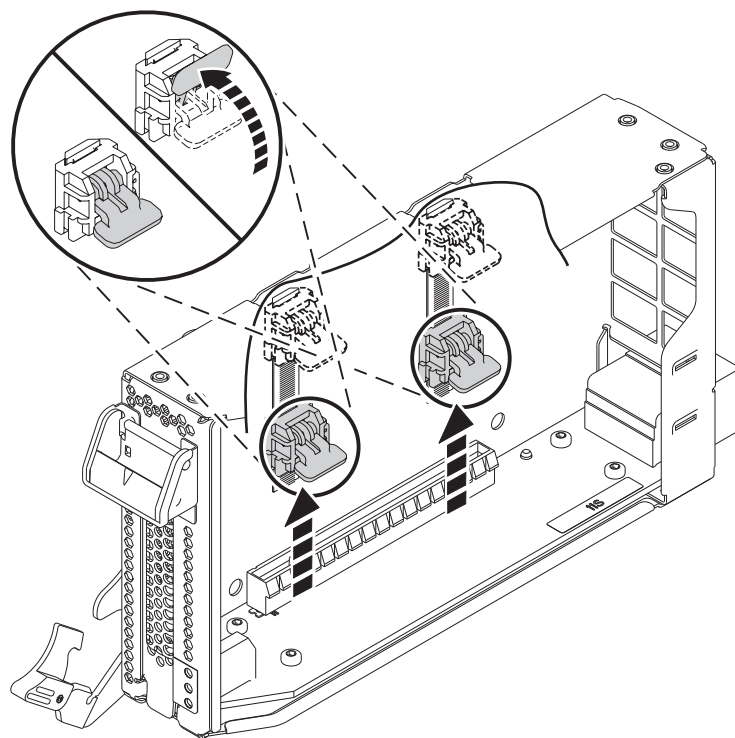

Figura 16. Desbloqueig dels trinquets del casset
- a. Desbloquegeu ambdós trinquets del casset fent-los girar, tal com es mostra a la Figura 16 a la pàgina 17.
- b. Empenyeu els trinquets del casset fins a l'extrem superior del casset, tal com es mostra a la Figura 16 a la pàgina 17.